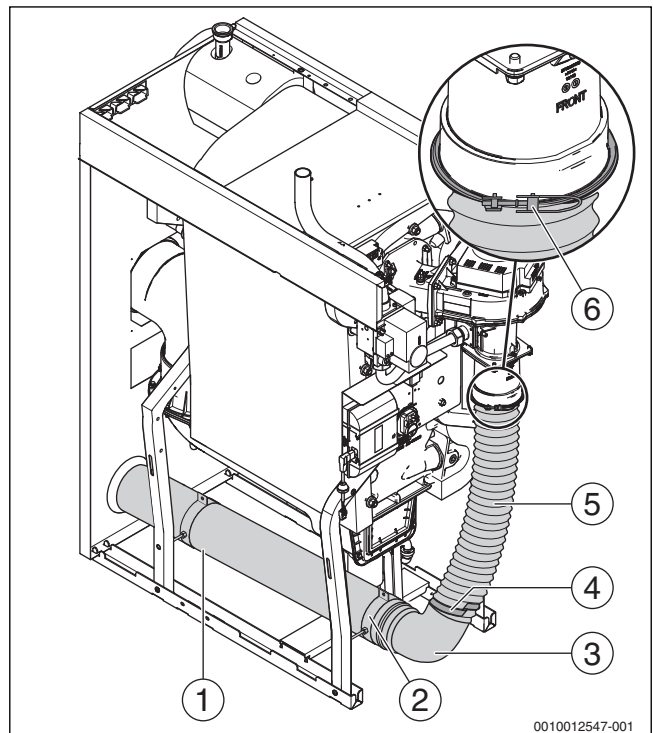

Рис. 14 Комплект для работы с забором наружного воздуха
- Смонтируйте переходник (→ рис. 14, [6]) на всасывающем патрубке горелки.